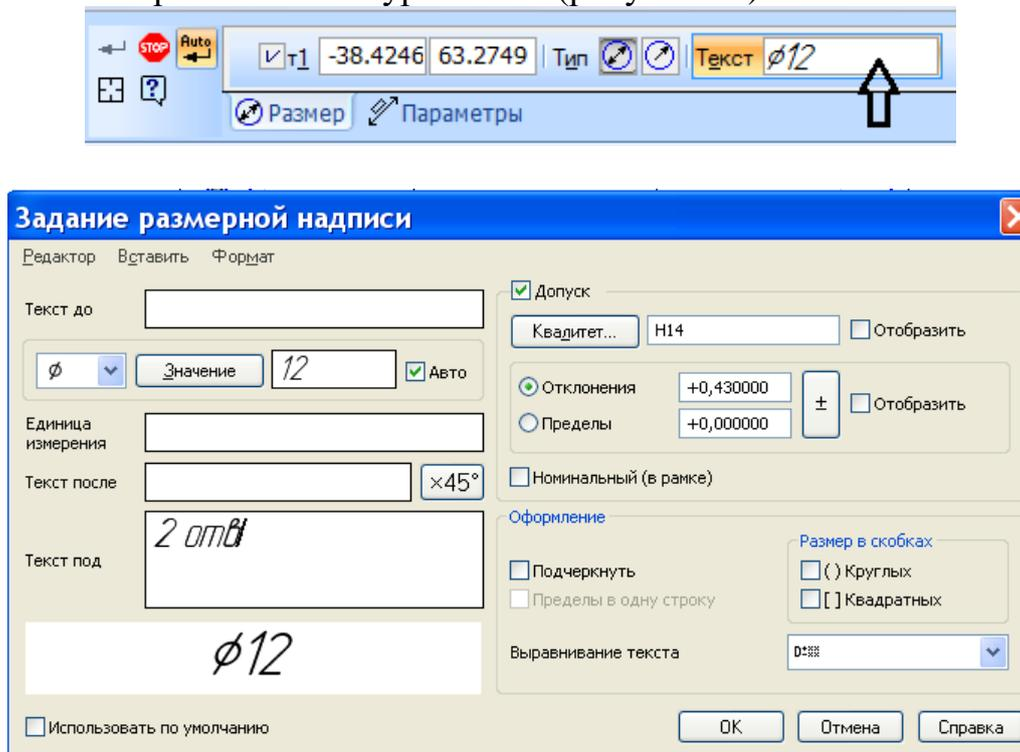

Рисунок 19
14. Для простановки диаметрального размера на два отверстия необходимо: выбрать «диаметральный размер», нажать курсором на окно **Текст** - Ø12мм. Откроется окно «**Задание размерной надписи**», и в графе **Текст под** - набрать с клавиатуры **2 отв.** (рисунок 19).